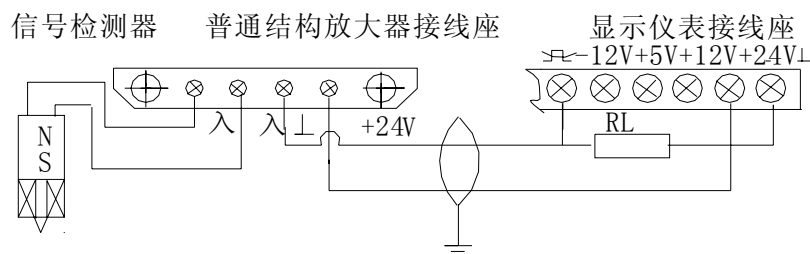

图 11
b. 普通结构放大器（+24V·DC 供电二线制）与显示仪表间的接线（图 11）